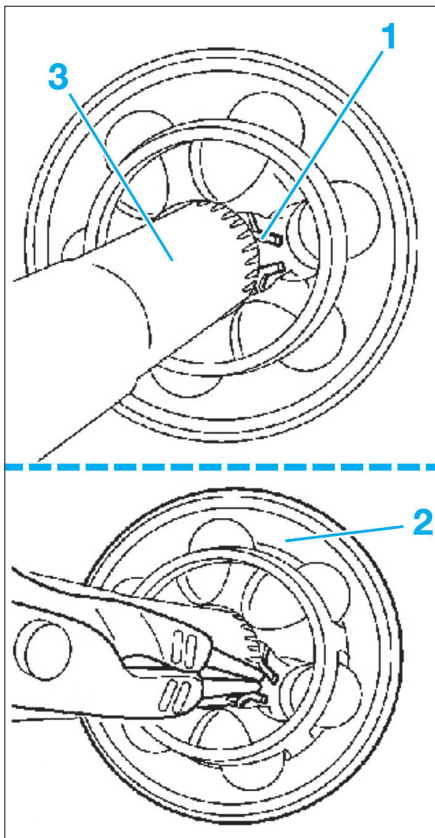

Fig. 5
- Nettoyer l'articulation afin que le circlip de retenue (1) soit accessible (Fig.5).
- A l'aide d'une pince appropriée, écarter le circlip (1) et, à l'aide d'un maillet en plastique, extraire le joint homocinétique (2) de l'arbre (3).